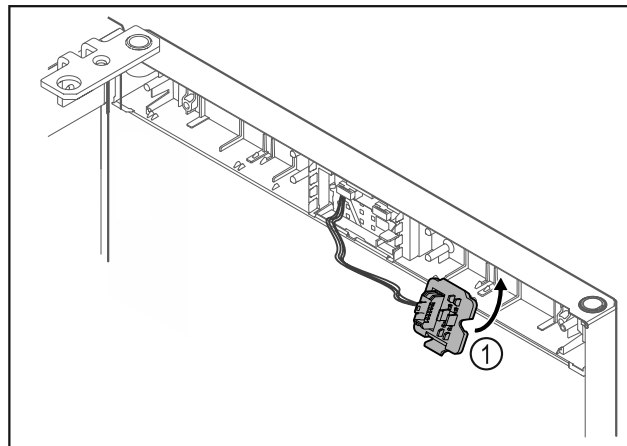

Fig. 16
- Držalo vtiča Fig. 16 (1) pritrdite na nasprotno stran.*